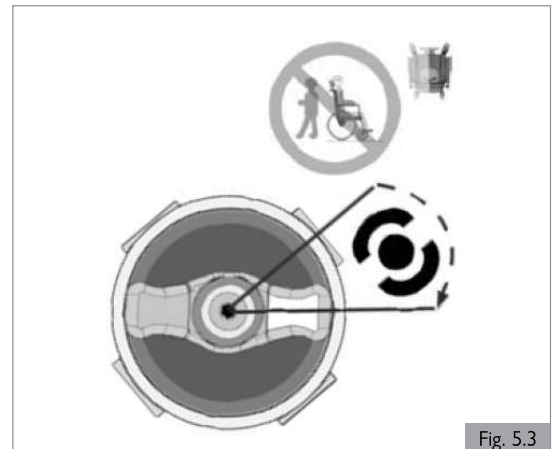
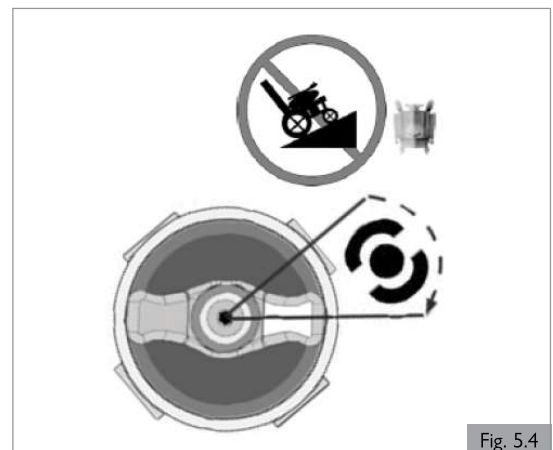

Fig. 5.3
Fig. 5.4
2. Para desengranar los motores (Fig. 5.3 y Fig. 5.4). Posición de 'Empuje': Mientras la silla está apagada, coloque la llave de manera que la palanca de la rueda de conducción quede apuntando horizontalmente.